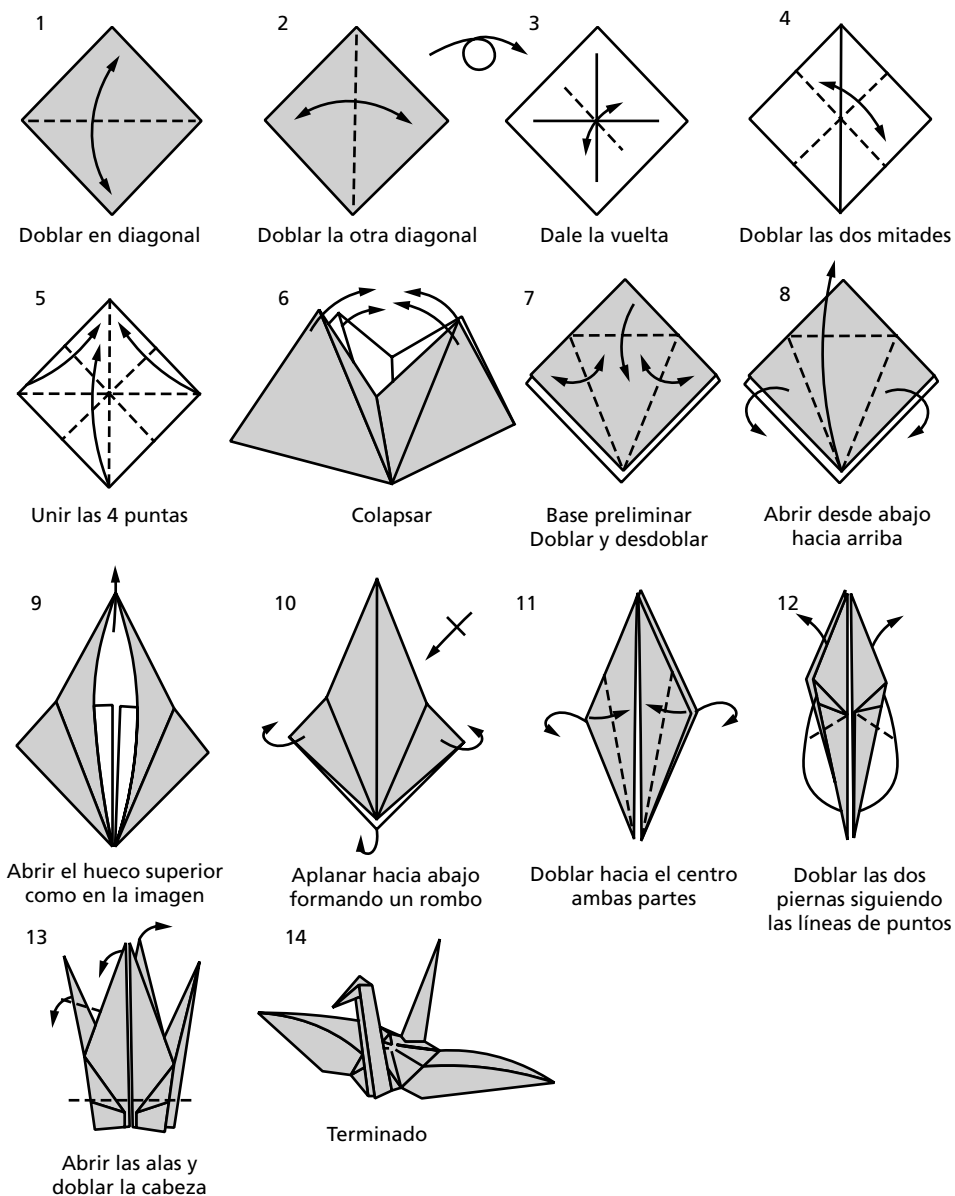

Fig. 7.24 Grulla
6. Pasos para confeccionar una grulla (fig. 7.24).